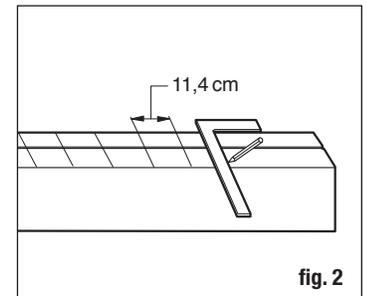

fig. 2
Paso 2: Recorta los rieles superior e inferior (2x4) a la medida y únelos con abrazaderas. Marca 11.4 cm desde el centro de los rieles superior e inferior, comenzando desde el centro del riel (fig. 2).
Paso 2: Une con abrazaderas los rieles superior e inferior junto con el riel 2x4 superior invertido. Coloca los rieles como se muestra y marca 14 cm desde el centro, midiendo a partir del centro hacia los extremos de los rieles (fig. 2).